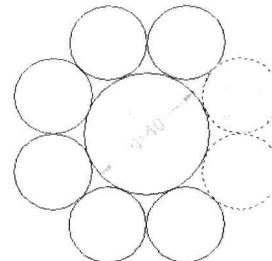

图 4-1-2
- (3) 在 B 点位置单击鼠标，蓝色矩形框内的被完全包围对象都被选中，并呈虚线显示，如图 4-1-2 所示。这就是窗口选择方式。按 Esc 键，取消命令。